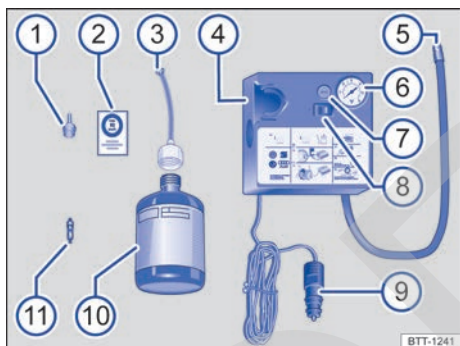

Fig. 237 Representación esquemática: componentes del kit reparapinchazos.
El kit reparapinchazos puede ir alojado en diferentes lugares dentro del vehículo como, p. ej., en el portaobjetos lateral del maletero o debajo del piso del maletero. Se compone de los siguientes elementos → **fig. 237**:
12. Pegue el adhesivo → fig. 237 ② del kit reparapinchazos en el tablero de instrumentos dentro del campo de visión del conductor.
- Desenrosque el obús de la válvula con el desmontaobuses → fig. 237 ① y deposítelo sobre una superficie limpia.
- Agite enérgicamente la botella de sellante → fig. 237 ⑩ unas cuantas veces.
- Enrosque fijamente el tubo de llenado → fig. 237 ③ en la botella de sellante en el sentido de las agujas del reloj. El precinto de la boca de la botella se perfora automáticamente.
- Retire el tapón del tubo de llenado → fig. 237 ③ e introduzca el extremo abierto en la válvula del neumático por completo.
- Enrosque nuevamente el obús en la válvula del neumático con ayuda del desmontaobuses → fig. 237 ①.
- Enrosque fijamente el tubo de inflado → fig. 237 ⑤ del compresor de aire en la válvula del neumático.
- Enchufe el conector → fig. 237 ⑨ en una toma de corriente de 12 voltios del vehículo → pág. 211.
- Encienda el compresor de aire con el conmutador de encendido y apagado → fig. 237 ⑧.
- Deje el compresor en funcionamiento hasta alcanzar una presión de 2,0 a 2,5 bares (29-36 psi/200-250 kPa) → ⚠. **No lo deje funcionar más de 8 minutos** → ④.
Vuelva a enroscar el tubo de inflado → fig. 237 ⑤ y compruebe la presión de inflado del neumático en el indicador ⑥.